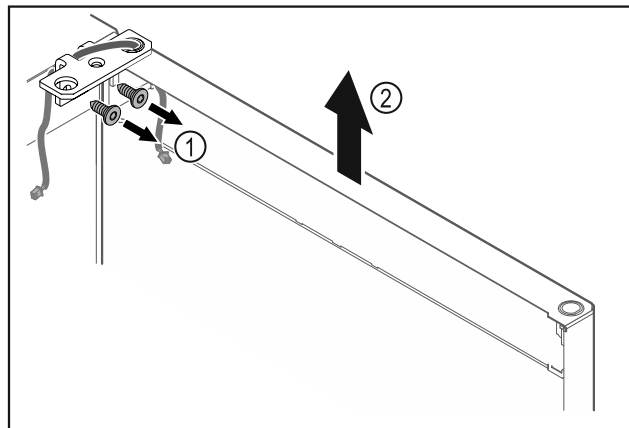

Fig. 16
- ▶ Развинтете ъгъла на пантата Fig. 16 (1).
- ▶ Повдигнете вратата заедно с ъгъла на пантата Fig. 16 (2) приблизително 200 mm право нагоре и я свалете.